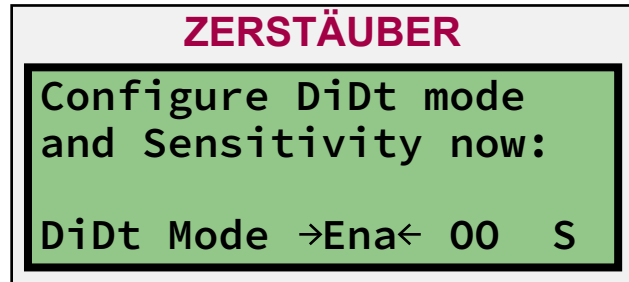

Abbildung 66: Menü-Bildschirm Initialisierung 10 (rechts)
In der obigen Abbildung 66 kann der Anwender den Di/Dt-Modus und die Di/Dt-Empfindlichkeit einstellen. Die werkseitige Einstellung aktiviert Di/Dt mit der maximalen Empfindlichkeit (0). Wenn die Applikation des Anwenders die Verwendung von Di/Dt ermöglicht, kann der Modus unverändert gelassen und die Empfindlichkeit geändert werden. Die Di/Dt-Empfindlichkeit kann wie folgt geändert werden:
- Die Taste SET drücken, um zum Menü von Abbildung 66 zurückzukehren.